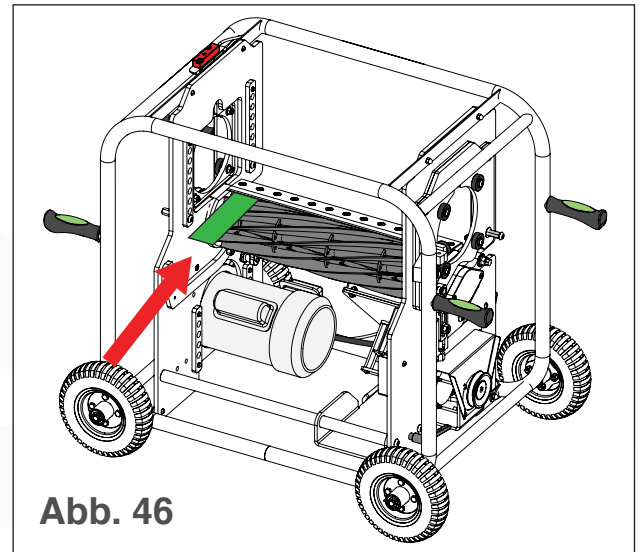

Abb. 46
2. Setzen Sie an einem Ende der Klinge eine 0,005"-Unterlegscheibe waagrecht zwischen die Spiralklinge und das Bettmesser ein (siehe Abb. 46).